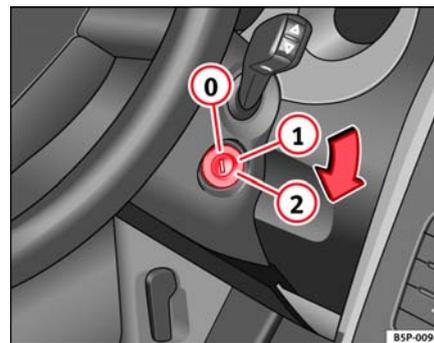

Fig. 131 Posiciones de la llave de contacto
En esta posición ⇒ fig. 131 el encendido y el motor están desconectados pudiéndose bloquear la dirección.
- Gire la llave de contacto hasta la posición ⇒ página 161, fig. 131 ①. El testigo  se encenderá en caso de precalentamiento del motor.
- En cuanto se apague el testigo, gire la llave de encendido a la posición ② para poner en marcha el motor y no pise el acelerador.
- Gire la llave de contacto a la posición ⇒ página 161, fig. 131 .